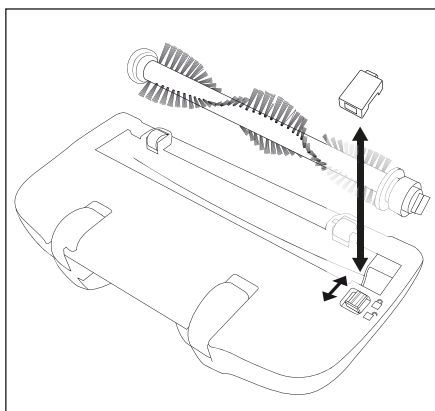

Fig. 5
- 2) Desloque o dispositivo de bloqueio da placa de cobertura no sentido do símbolo  e retire a placa de cobertura (fig. 5).
- 7) Volte a colocar a placa de cobertura, de modo que fique encaixada. A placa de cobertura fica bloqueada quando o dispositivo de bloqueio se desloca automaticamente para o símbolo  (fig. 5).